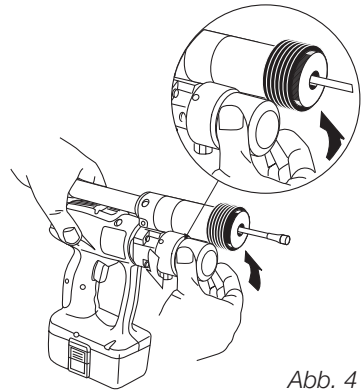

Abb. 4
1. Den Verschlussdeckel entfernen, siehe Abb. 4.